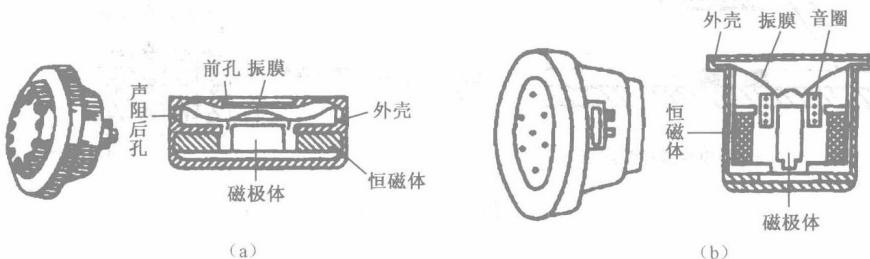

图 1-1-9 动圈式送话器结构图
动圈式送话器是电话机所用的各种送话器中综合评估性能最好，且最有发展前途的一种声电转换器件。它有以下几个优点：①动圈式送、受话器完全摆脱了频响和灵敏度受角度或位置的影响，频响曲线较光滑、平坦，音质好；②整个语音传输频带（300~3 400Hz）内，基本为纯电阻性，几乎与频率无关；③振膜和音圈系统重量轻、坚固，能经受机械应力和声冲击，不怕振动，工作稳定可靠且寿命长。如图 1-1-9 所示为两种结构形式的动圈式送话器结构图。